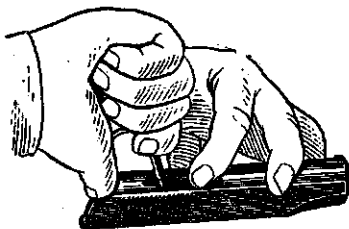

Рис. 16. Отделение выбрасывателя от затвора
8) **Отделить выбрасыватель от затвора** (рис. 16). Положить затвор на стол (скамейку), правой рукой при помощи выступа протирки утопить гнеток выбрасывателя и, одно-